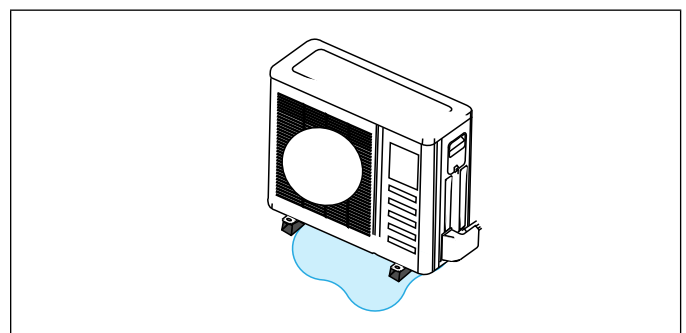

Figure 24. Éviter les dangers causés par le gel de l'eau de dégivrage
- Faire très attention à l'élimination de l'eau de dégivrage pour éviter que la glace empêche l'utilisation des allées ou crée un danger à proximité de l'unité extérieure comme illustré à la «Figure 24. Éviter les dangers causés par le gel de l'eau de dégivrage».